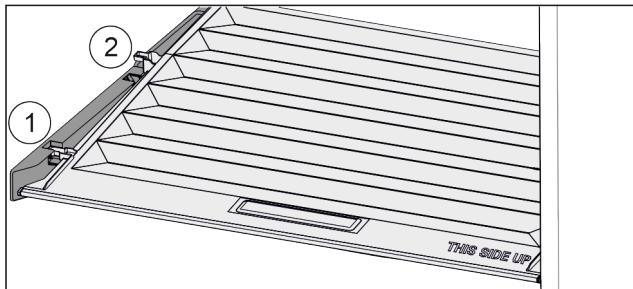

Fig. 74
- Издърпайте напред Fig. 74 (1) капака до отвора в задържащите части.
- Повдигнете го отзад отдолу и отстранете Fig. 74 (2) нагоре.